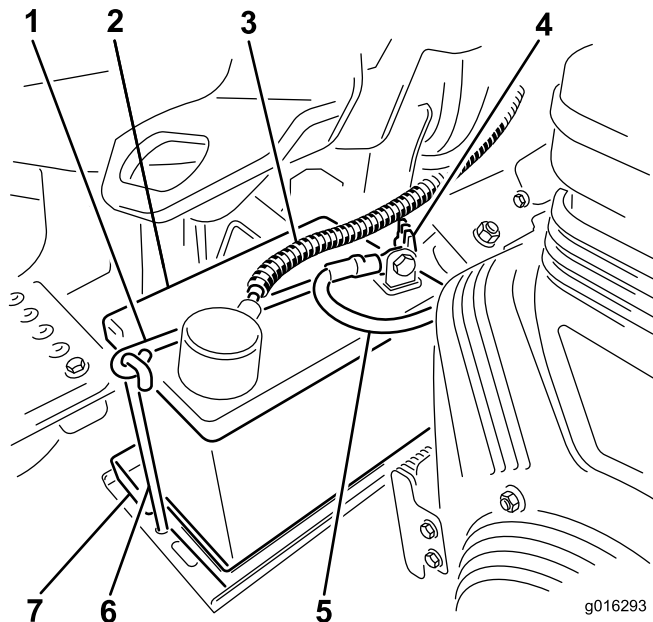

Figura 8
- Coloque la batería en la bandeja de la batería y sujétela con la abrazadera y las fijaciones que retiró anteriormente (Figura 8).
- Conecte el cable positivo (rojo) al borne positivo (+) y el cable negativo (negro) al borne negativo (-) de la batería y sujételos usando los pernos y las tuercas (Figura 8). Deslice la cubierta de goma sobre el terminal positivo para evitar posibles cortocircuitos eléctricos.